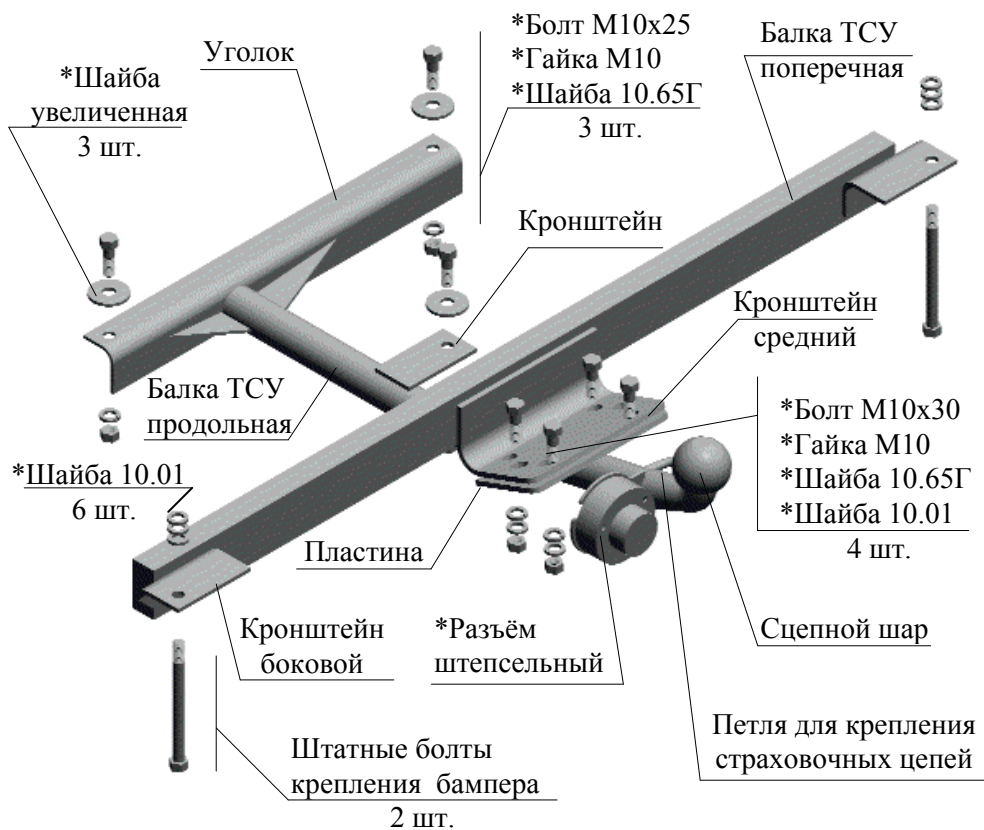

Рис.1 Тягово-сцепное устройство ТСУ 2108.Р (ТСУ 21099.Р)
2.1 ТСУ 2108.P, (ТСУ 21099) в сборе (рис.1)	1 шт.
2.2 Пакет с комплектующими (см. рис.1)	1 шт.
4.5 Соединить пластину продольной балки со средним кронштейном поперечной балки четырьмя болтами М10х30. (см. рис.1)